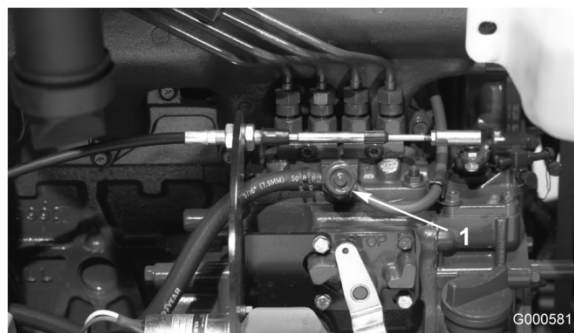

Figure 36
3. Desserrez la vis de purge sur la pompe d'injection (Figure 36).